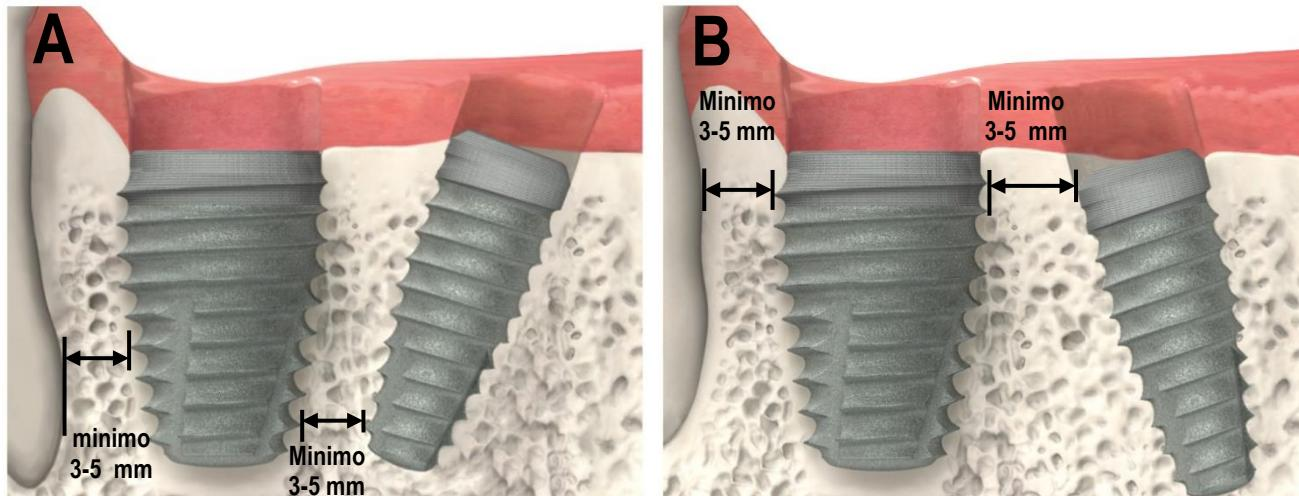

Figura 1. Avvertenze e precauzioni (3)
Gli impianti dentali possono rompersi nel corso della loro funzione per diversi motivi, tra cui il sovraccarico dovuto a un'occlusione impropria, l'affaticamento del metallo e il serraggio eccessivo dell'impianto durante l'inserimento. Una determinata percentuale di impianti può non raggiungere o mantenere l'osteointegrazione, come dimostrato dalla mobilità, e va rimossa. Tra le cause potenziali di frattura di pilastri vi sono, a titolo d'esempio: fusione con angolatura superiore ai 30 gradi, fusione di titanio a più di 2010 °F (1099 °C), supporto inadeguato dell'impianto quando viene fissato a denti parodontalmente compromessi, installazione non passiva di superstruttura, sovraccarico dovuto a occlusione impropria, insediamento incompleto di pilastri cementati e sbalzo eccessivo delle travate del ponte. Gli impianti di piccolo diametro con pilastri angolari o diritti sono destinati alla regione anteriore della bocca e non a quella posteriore, a causa del possibile guasto dell'impianto. Gli impianti Tapered IM (1) sono limitati alla regione molare; (2) sono soggetti alla restrizione di un solo impianto per sito di estrazione molare; (3) vanno collocati a una distanza di 3-5 mm dagli impianti o denti adiacenti rispetto all'estensione apicale dell'impianto e di 3 mm dagli impianti o denti adiacenti rispetto all'estensione coronale (**Figura 1**); (4) devono trovarsi ad almeno 1,5 mm dalle superfici alveolari buccali o linguali per permettere un'integrazione adeguata; e (5) vanno utilizzati quando il chirurgo ha determinato che l'inserimento di un impianto di diametro inferiore ridurrebbe la possibilità di riuscita a causa di scarsa stabilità primaria o aumenterebbe il rischio di ulteriori interventi chirurgici con possibili complicanze.